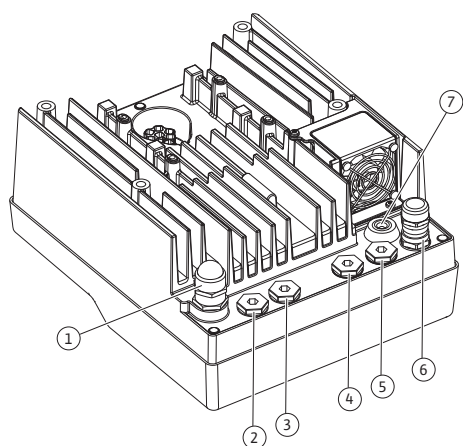

Fig. 19: Kabeļu skrūvsavienojumi/ kabeļu izvadi
4. Pieslēguma kabelis jāizvada caur kabeļu skrūvsavienojumu M25 (Fig. 19, 1. poz.). Pievelciet kabeļu skrūvsavienojumu ar norādīto griezes momentu.